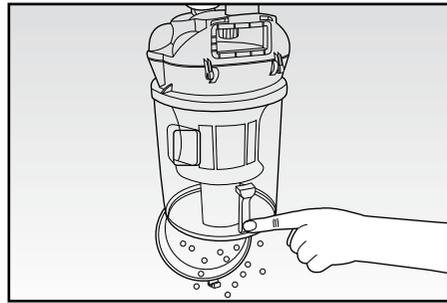

Fig. 7
- Опорожнить пылесборник (А), открыв крышку с помощью специальной кнопки отцепки (Рис. 7).